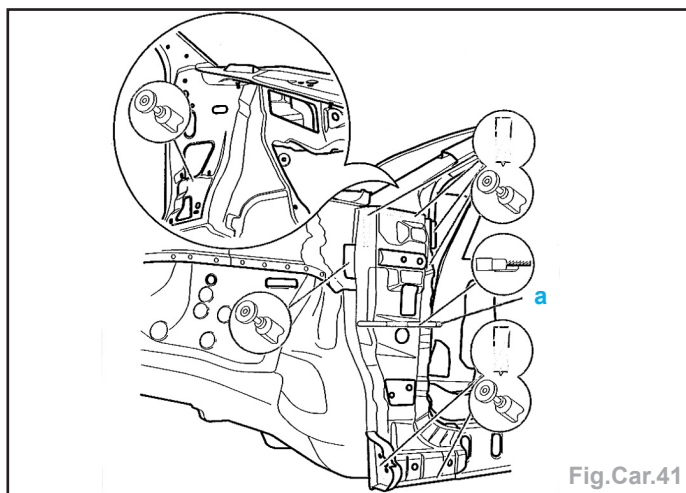

Fig.Car.41
- Fraiser et meuler les points de soudures électrique (Fig.Car.41).